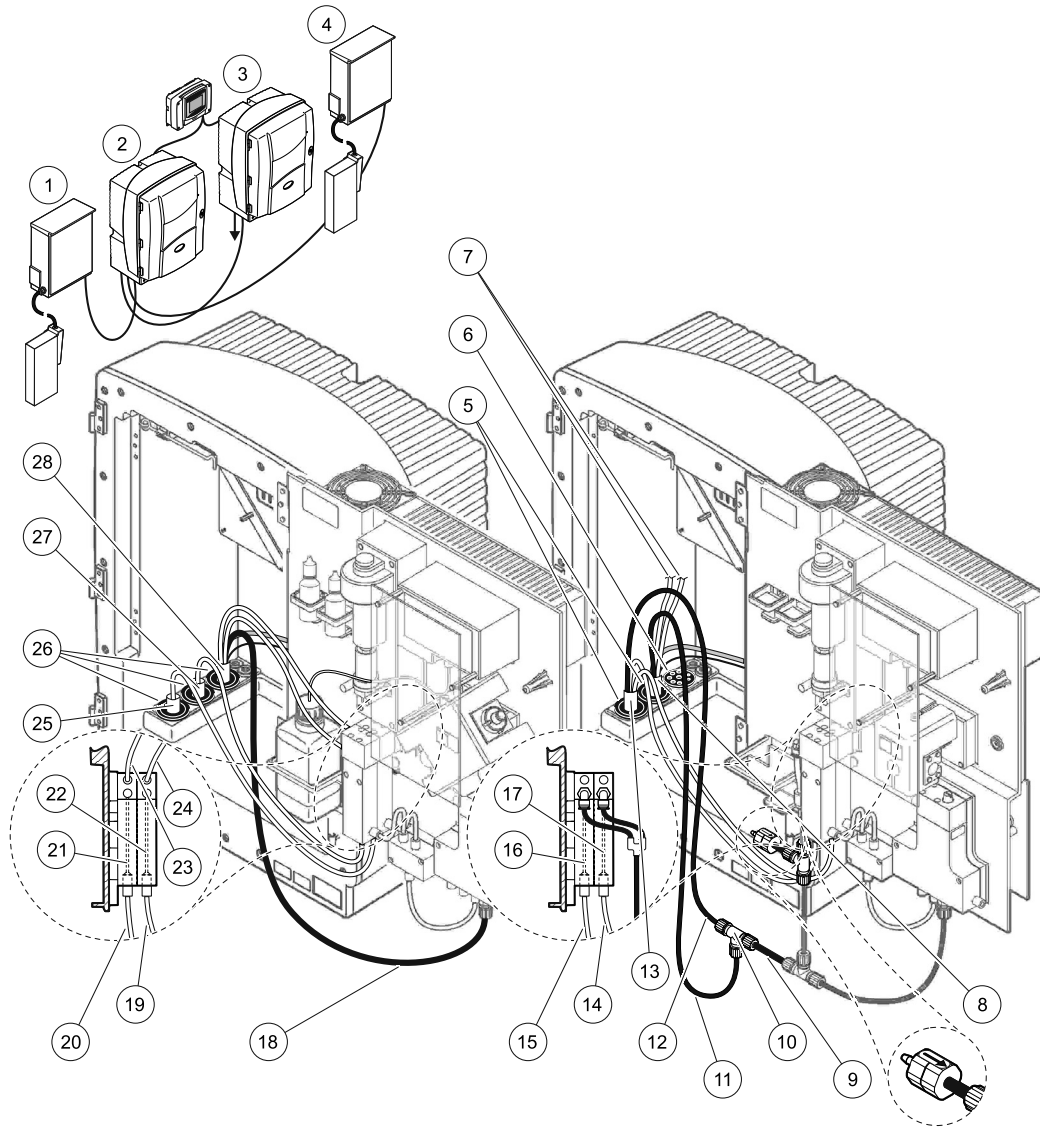

Figura 34 Configuração da Opção 6
Consulte Figura 34 na página 97 e as instruções a seguir, relativas à Opção 6:
- a. Passe a mangueira aquecida do FILTRAX 1 pelo analisador (Figura 34 na página 97, item 25). Use o Plugue de vedação No. 1 para prendê-la.
- b. Passe a mangueira aquecida do FILTRAX 2 pelo analisador (item 27). Use o Plugue de vedação No. 1 para prendê-la.
- c. Passe a mangueira do dreno aquecido pelo analisador (item 28). Use o Plugue de vedação No. 1 para prendê-la. Ligue as conexões de energia do dreno aquecido. Consulte seção 3.5.5 na página 27.
- f. Conecte a linha de amostra do FILTRAX 1 à entrada inferior no Receptáculo de transbordamento 1 usando os adaptadores (item 20).
- g. Conecte a linha de amostra do FILTRAX 2 à entrada inferior no Receptáculo de transbordamento 2 usando os adaptadores (item 19).
- a. Passe a mangueira do dreno aquecido do Analisador 1 pelo Analisador 1 (item 13). Use o Plugue de vedação No. 1 para prendê-la.